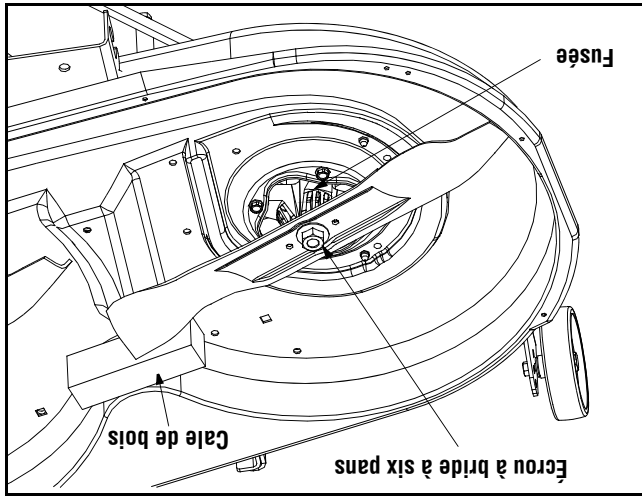

Figure 20
**IMPORTANT:** Pour aiguïser les lames, la même quantité de métal des deux extrémités des lames sur le côté tranchant. Voir la Figure 20. Aiguïsez le bord tranchant sur toute sa longueur, parallèlement au bord arrière, soit à un angle de 25° à 30°.